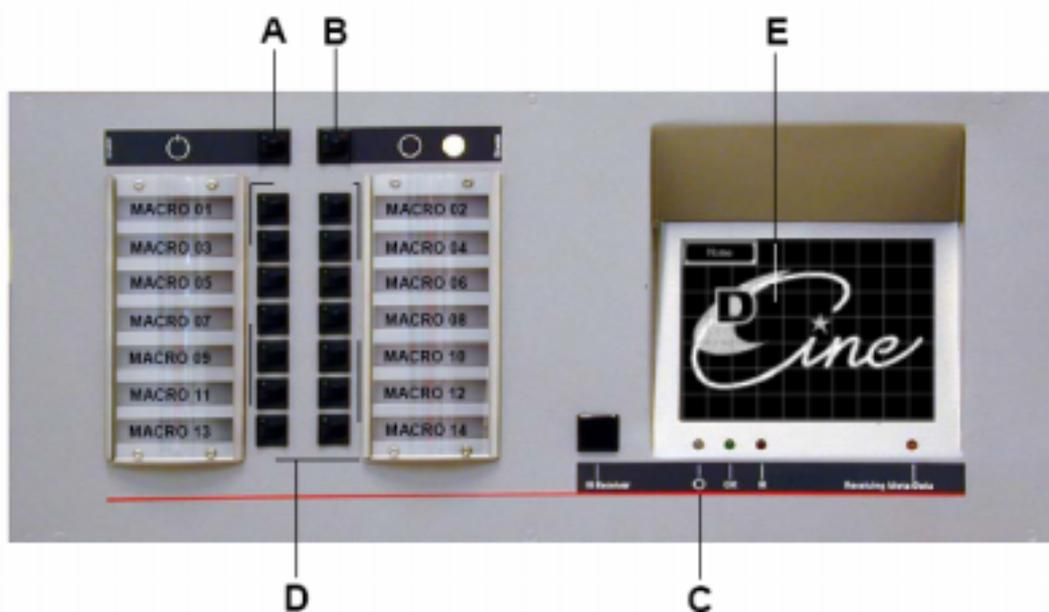
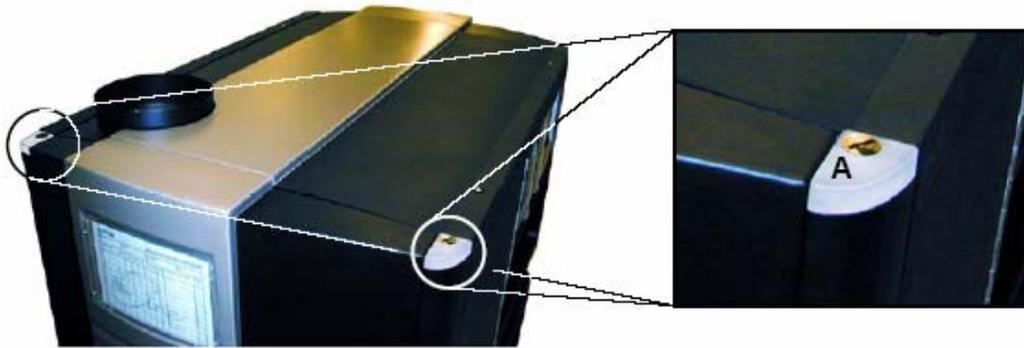

图 3-2 开启后的控制面板状态
图3-3 数字放映机头上的状态灯
2. 将翘板开关（B）按到“1”的位置上。（图3-1）接通电源后，数字放映机启动，大约30秒钟后，数字放映机达到启动最终状态如下：（图3-2、图3-3）
数字放映机控制面板（图3-2）	说 明
数字放映机状态灯（图3-3）